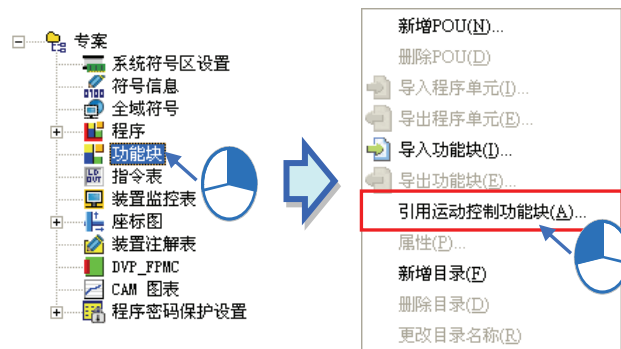

图 13-21 引用运动控制功能块
- (3) 另外也可于系统信息区的功能块项目上按下鼠标右键，在出现的快捷选单上点选「引用运动控制功能块 (A)」选项。如图 13-21。